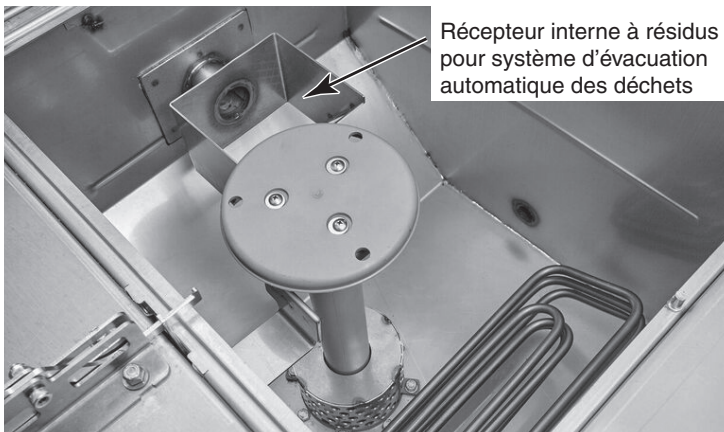
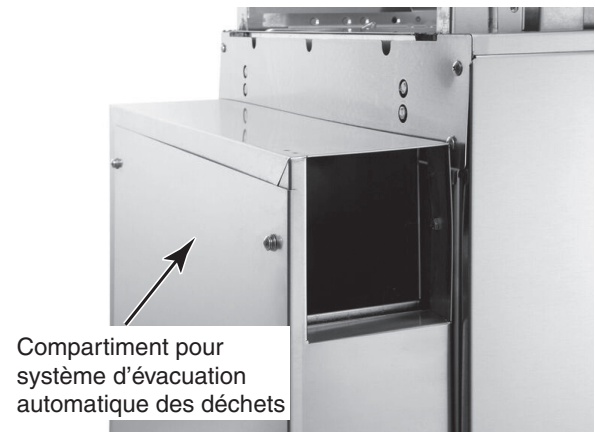

Fig. 35
Fig. 36
13. Sur les modèles CLeN-ADV, arroser le récepteur du système d'évacuation automatique des déchets pour éliminer les salissures ou les résidus alimentaires (Fig. 35). Laver entièrement l'intérieur du compartiment du système d'évacuation automatique des déchets situé à l'entrée de l'appareil (Fig. 36) à l'aide d'un tuyau flexible muni d'un arrosoir à gâchette. Enlever les salissures restantes avec un chiffon ou une brosse souple et un nettoyant doux. Rincer de nouveau à l'aide de l'arrosoir à gâchette. Ne pas laisser les résidus alimentaires s'accumuler au fond et/ou sur les côtés du compartiment du système d'évacuation.